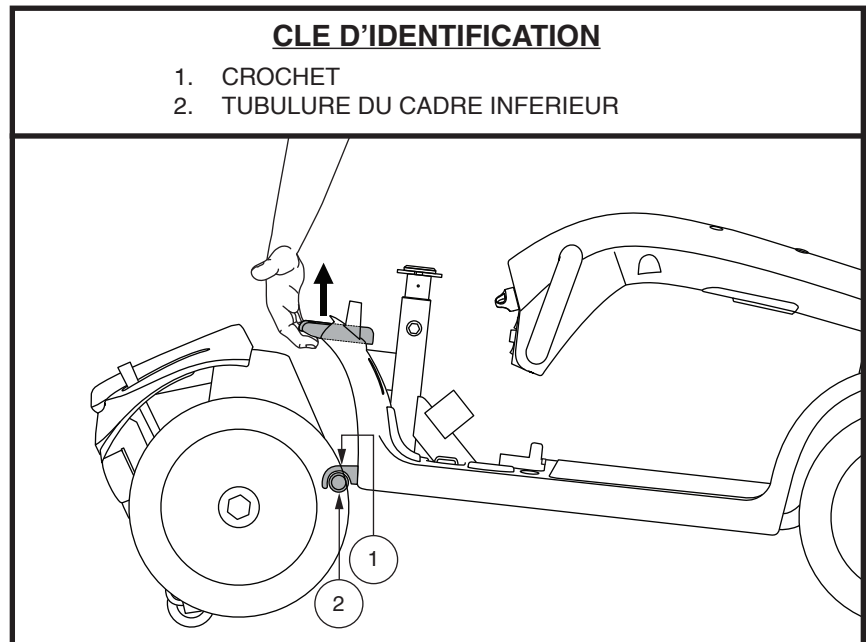

Figure 25 Levier de blocage du cadre
Voir la figure 25.
1. Positionnez les sections. **Voir la figure 25.**